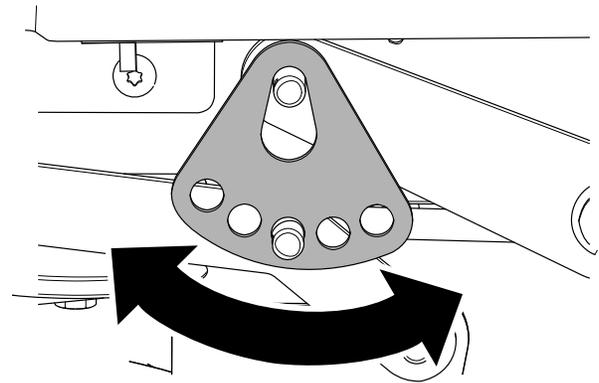

**Bild 67**
6. Entfernen Sie den Splint und die Unterlegscheibe vom unteren Hubarmbolzen (**Bild 67**).